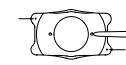

Fig. 10
4. Segure a ICL ou a TICL com uma pinça e inspecione-a com recurso a um microscópio operatório para identificar e verificar a orientação correta da ICL ou da TICL. (Fig. 10)